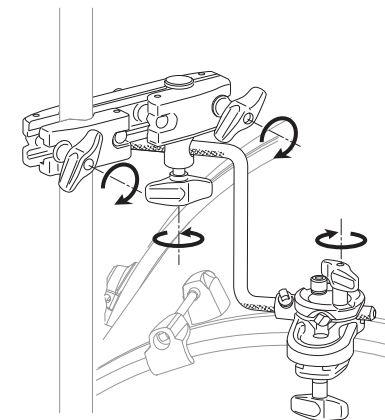

Fig. 4 / 図4
5. Fine adjust the Z-Rod, Post, and Adaptor to set the Hi-Hat in the ideal playing position. Securely tighten all Wing Bolts/Wing Nuts (Fig. 4).
Z ロッド、ポスト、アダプターの位置を再度微調整し、位置が決まったら全てのウイングボルト、ウイングナットをしっかりと締めて固定してください (図 4)。